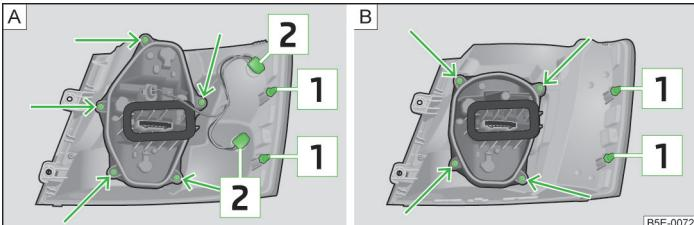

Fig. 231 Parte exterior de la lámpara: lámpara ambiente / lámpara con diodos LED
- » Introduzca presionando con cuidado la lámpara posterior en la carrocería de tal manera que los pernos  » fig. 231 de la página 272 en la lámpara encajen en los alojamientos de la carrocería » .
- Gire el portalámparas » fig. 231 en el sentido contrario al de las agujas del reloj y extráigalo de la carcasa.
- Desenrosque el portalámparas » fig. 231 - o bien con el destornillador del equipo de herramientas a bordo y extraiga el portalámparas de la luz posterior.
- Gire el portalámparas hasta el tope en el sentido contrario al de las agujas del reloj y extraígalo de la carcasa » fig. 231 - o .